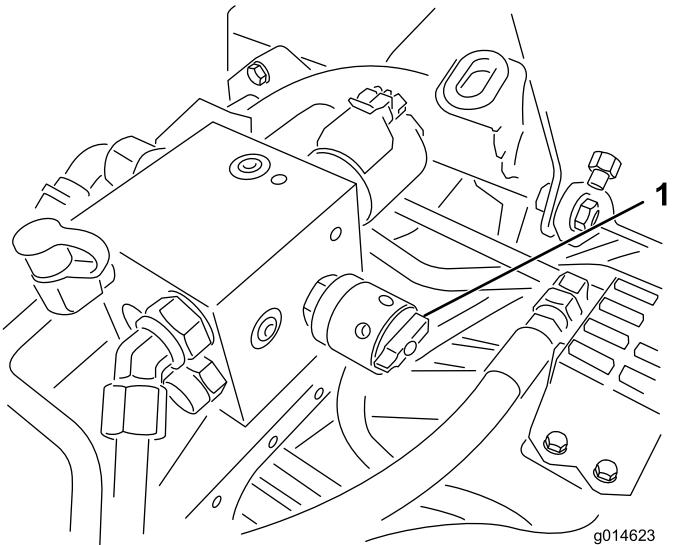

Bild 54
6. Drehen Sie den Spindeldrehzahlregler auf 1 (Bild 54).
12. Stellen Sie nach dem Läppen die Läpphebel in die Vorrwärtsstellung (F), setzen Sie die Abdeckung auf und waschen Sie die Schleifpaste von den Mähwerken ab. Stellen Sie den Abstand zwischen Spindel und Untermesser am Mähwerk nach Bedarf ein. Stellen Sie den Spindeldrehzahlregler des Mähwerks auf die gewünschte Mähstellung.
**Wichtig:** Wenn der Läpphebel nicht in die Vorrwärtsstellung (F) zurückgestellt wird, können die Mähwerke weder richtig angehoben noch eingesetzt werden.